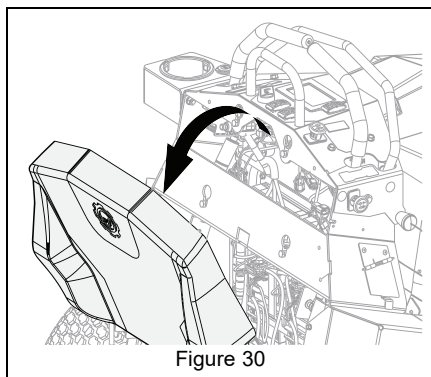

Figure 30
6. Tirer le dossier opérateur vers le haut, puis vers l'arrière pour le retirer. Voir Figure 30.